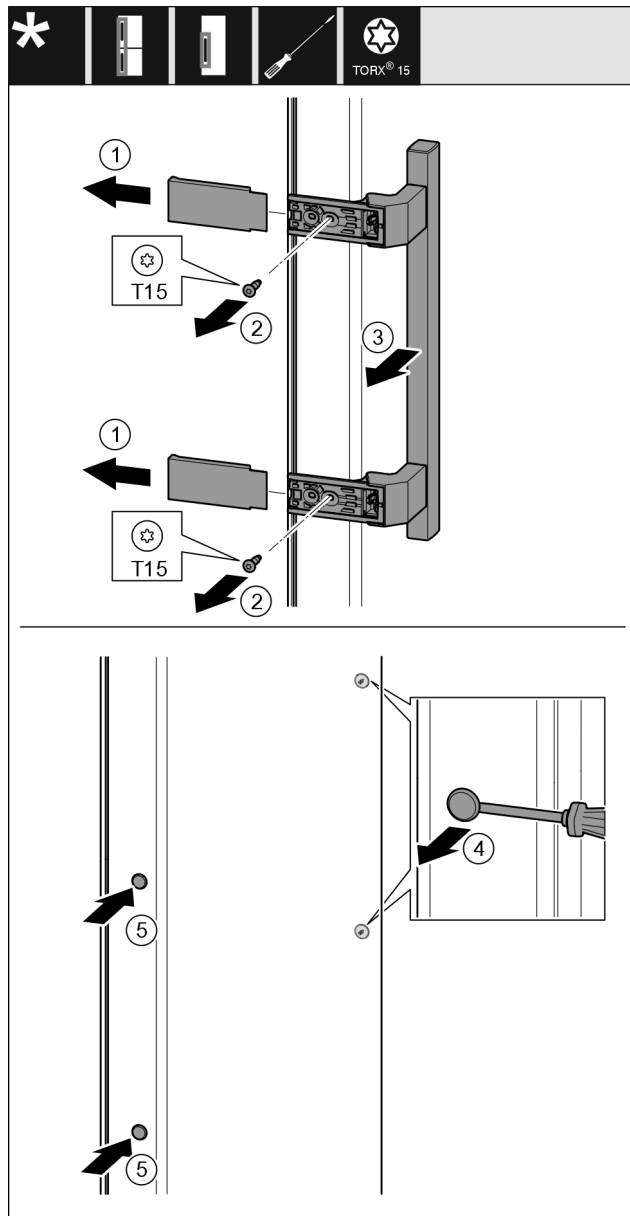

Fig. 19
- ▶ Tõmmake kate Fig. 19 (1) maha.
- ▶ Keerake kruvid Fig. 19 (2) kruvikeerajaga välja.
- ▶ Võtke käepide Fig. 19 (3) ära.
- ▶ Tõstke külgmised korgid Fig. 19 (4) ettevaatlikult lapikkruvikeerajaga üles ja tõmmake välja.
- ▶ Pange korgid Fig. 19 (5) teisel küljel taas sisse.